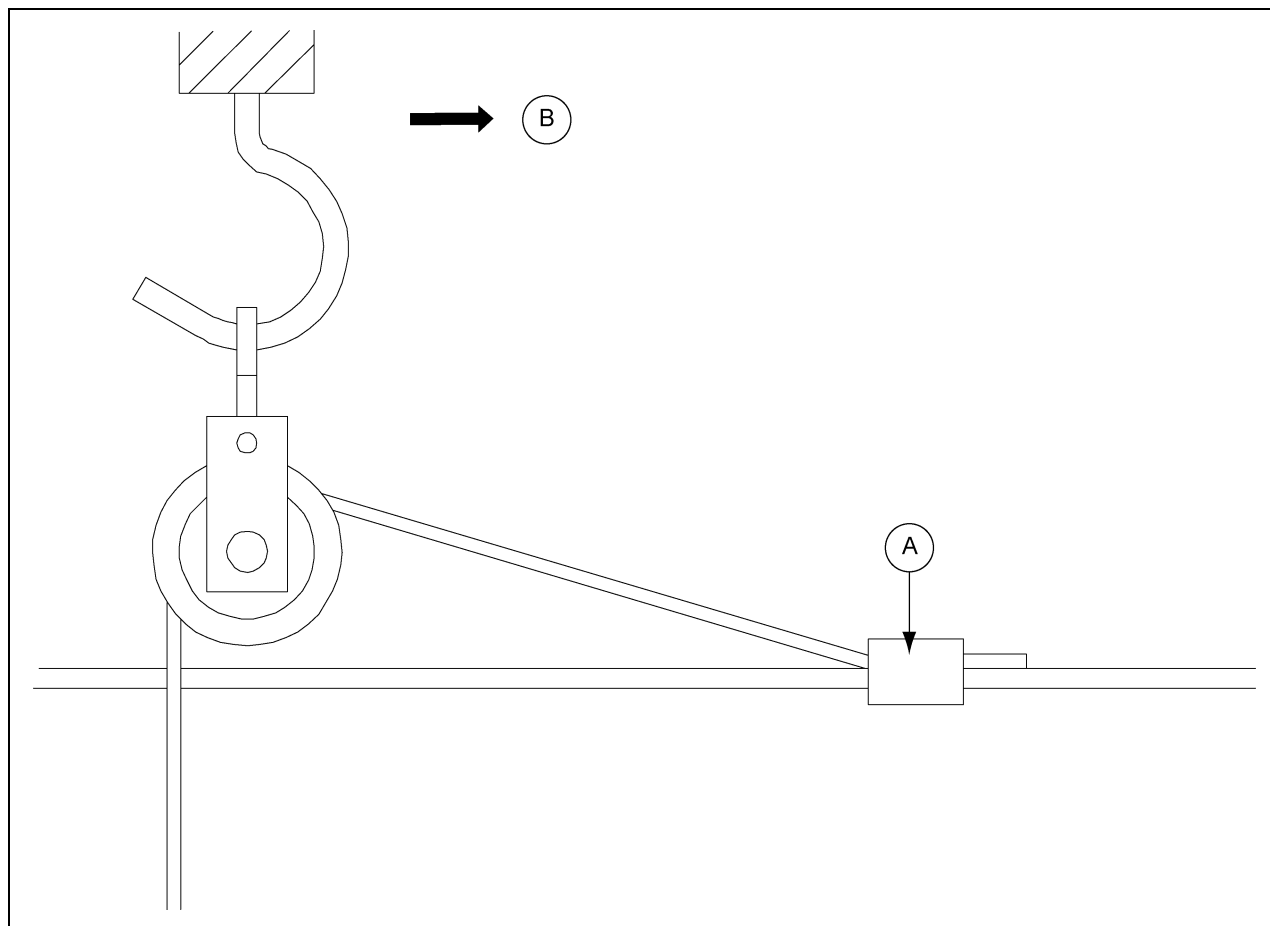

Рисунок 4ВВ
9. Подсоедините шкив 1 3/4" (4,445 см) к каждому крюку, как показано на Рисунок 4ВВ.
10. Пропустите отводной кабель 1/8" (0,3175 см) через каждый шкив и подсоедините его к тросу ворота 3/16" (0,47625 см) на расстоянии примерно 6" (15 см) от шкива в направлении ворота с помощью хомутов 1/8" x 3/16" (0,3175 см x 0,47625 см). (см. рисунок 4ВВ.)
11. Установите держатели на кормораздаточную линию непосредственно под каждым шкивом, закрепив держатель вокруг ребра трубы. (см. рисунок 4ВС на стр. 42.)
Расположите держатель так, чтобы он был над трубой шнека. Фиксатор должен находиться на расстоянии не более 6" (15 см) над держателем, как показано на рис. 4ВС на стр. 42. Таким образом кормораздаточную линию можно без труда поднимать во время очистки помещения.
12. Обрежьте отводной кабель так, чтобы его длины хватило на то, чтобы проложить его от троса ворота через держатель к фиксатору регулировки троса. (см. рисунок 4ВС на стр. 42.)